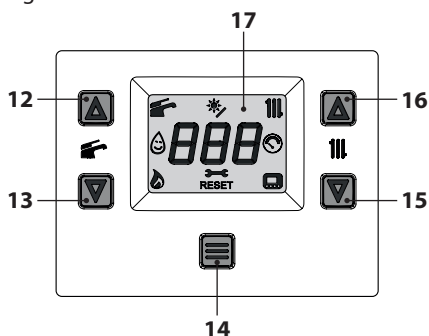

Figura 2.5
- Tenere premuto per 1 secondo il tasto 14 fino a far apparire sul display il simbolo  Figura 2.5.
La temperatura dell'acqua calda di mandata riscaldamento è regolabile agendo sui tasti 15 (diminuzione) e 16 (aumento) (Figura 2.5) da un minimo di circa 25°C ad un massimo di circa 80°C. Alla prima pressione di uno dei due tasti si ha la visualizzazione del valore di "set", alla seconda pressione si accede alla modifica.
Comunque se la temperatura ambiente non dovesse essere confortevole si può aumentare o diminuire la temperatura di mandata dell'impianto riscaldamento di $\pm 15^{\circ}\text{C}$ agendo sui tasti 15 (diminuzione) e 16 (aumento) (Figura 2.5).
La temperatura dell'acqua calda sanitaria è regolabile agendo sui tasti 12 (aumento) e 13 (diminuzione) (Figura 2.5) da un minimo di circa 35°C ad un massimo di circa 60°C . Alla prima pressione di uno dei due tasti si ha la visualizzazione del valore di "set", alla seconda pressione si accede alla modifica.